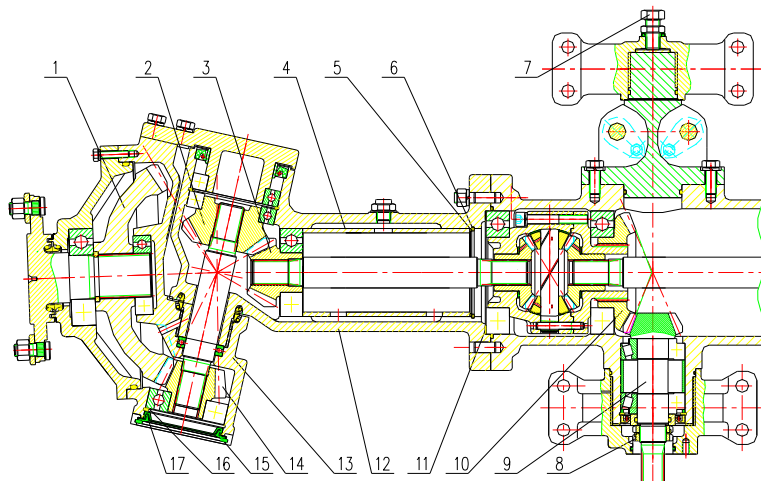

Рис. 5-17 Структура Переднего Ведущего Моста и его Регулировка
5.3.10.2. Структура переднего ведущего моста и его регулировка (Рис. 5-17)